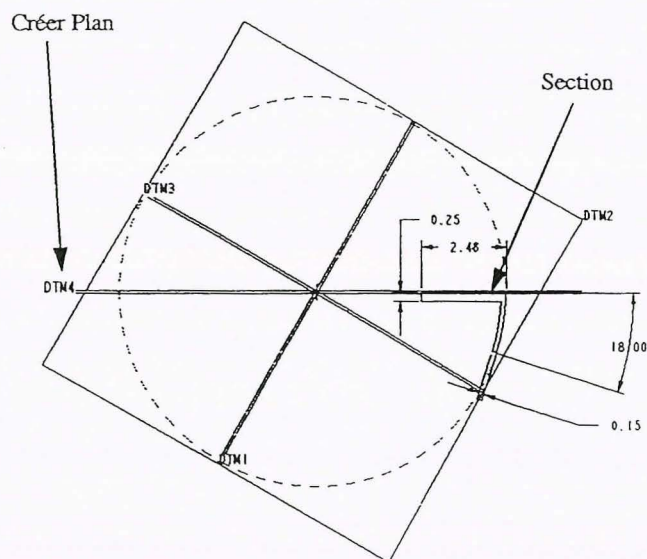
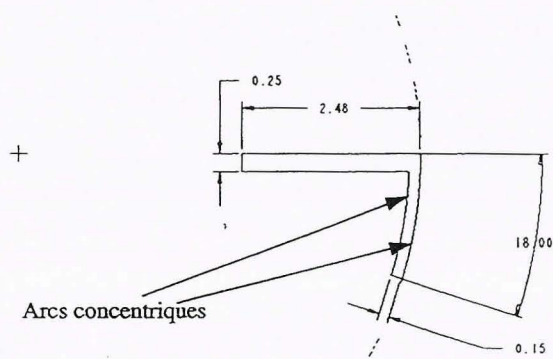

Figure 19-3
Figure 19-4
8. Esquissez la section telle qu'illustrée à la Figure 19-3 et Figure 19-4, définissant la forme de la protrusion pour créer la première pale.